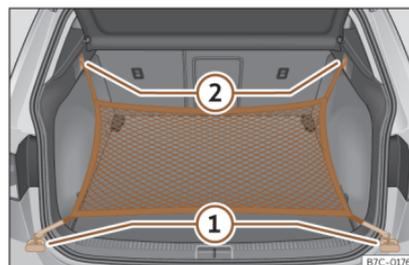

Fig. 113 Nel bagagliaio: occhielli (1) e ganci (2) per il fissaggio della borsa rete.
- Fissare i ganci corti della rete agli occhielli di ancoraggio»» fig. 113 ① »» ⚠. La cerniera della tasca dev'essere rivolta verso l'alto.
- Fissare le cinghie nei ganci per appendere borse ②